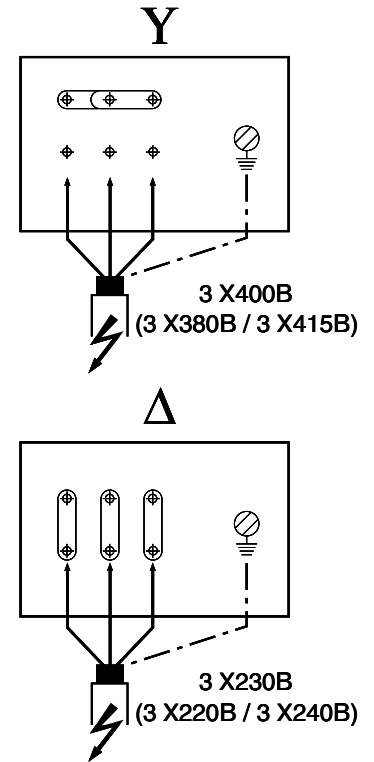

рис. 2
Насос в режиме подачи из накопительного резервуара (См. рис. 2 - п.9) или городской сети водоснабжения (п.10).
- При соединении насоса с твердым трубопроводом, необходимо исключить передаваемое напряжение на насос, для этого следует использовать опору или хомут (См. рис. 2).